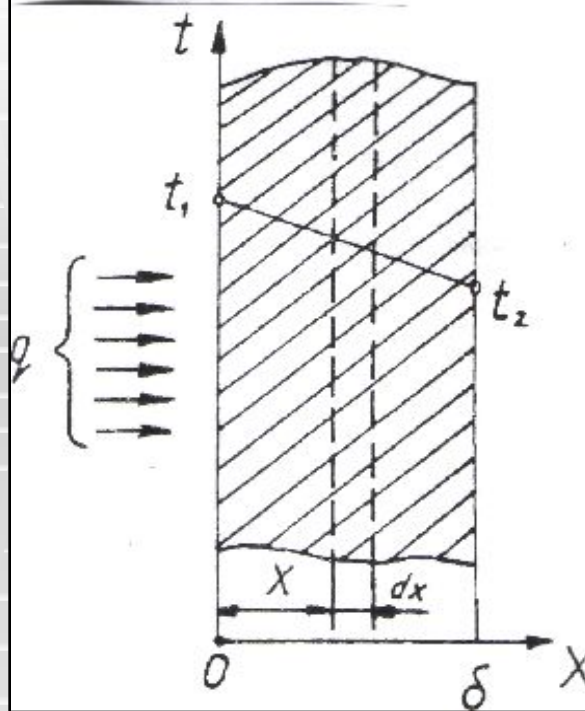

Рис. 11.2.
- Рассмотрим процесс теплопроводности в однородной плоской стенке толщиной  $S$  (рис.11.2). Коэффициент теплопроводности материала стенки  $\lambda$ . На поверхностях, стенки поддерживаются постоянные температуры  $t_1$  и  $t_2$  (режим стационарный), температурное поле одномерно и меняется только в направлении оси  $x$ . Внутренние источники тепла в стенке отсутствуют. На основании уравнения для бесконечно тонкого слоя стенки  $dx$ , взятого на расстоянии  $x$  от поверхности, будем иметь: